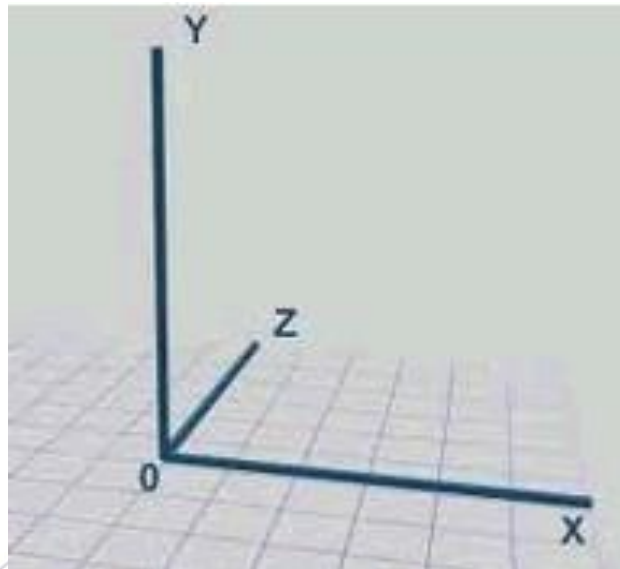

Figura 2.13. Coordenadas absolutas.
**Coordenadas absolutas.** Los puntos están referidos al origen del WCS (Sistema Coordinado Mundial). Para especificar un punto se deben escribir las coordenadas X,Y (ver la figura 2.13).